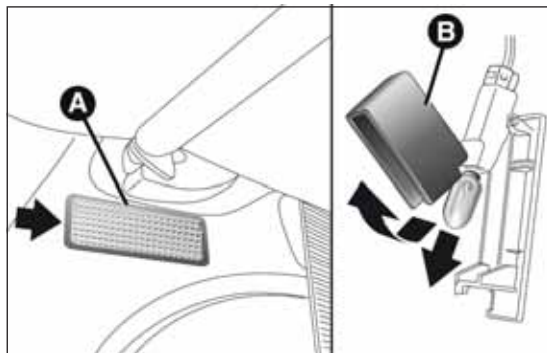

fig. 44
- ☐ abrir el maletero y extraer el plafón A fig. 44 actuando en el punto que indica la flecha;